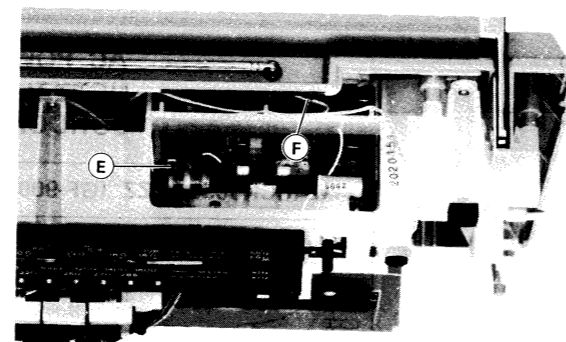

Figure 7-5
- 3) Pull out the socket (E) connected to the radio P.W.B., the tip (F) connected to the telescopic rod aerial and the socket (H) connected to the power amplifier P.W.B. See Fig. 7-5 and 9-2.
- 3) Den an die Radio-Leiterplatte angeschlossenen Anschluß (E), die an die Teleskopantenne angeschlossene Spitze (F) und den an die Endverstärker-Leiterplatte angeschlossenen Anschluß (H) herausziehen. Siehe Abb. 7-5 und 9-2.
- 3) Retirer la douille (E) connectée à la plaquette de montage imprimé de radio, l'extrémité (F) connectée à l'antenne à barre, et la douille (H) connectée à la plaquette de montage imprimé de l'amplificateur d'alimentation. Voir les Figures 7-5 et 9-2.